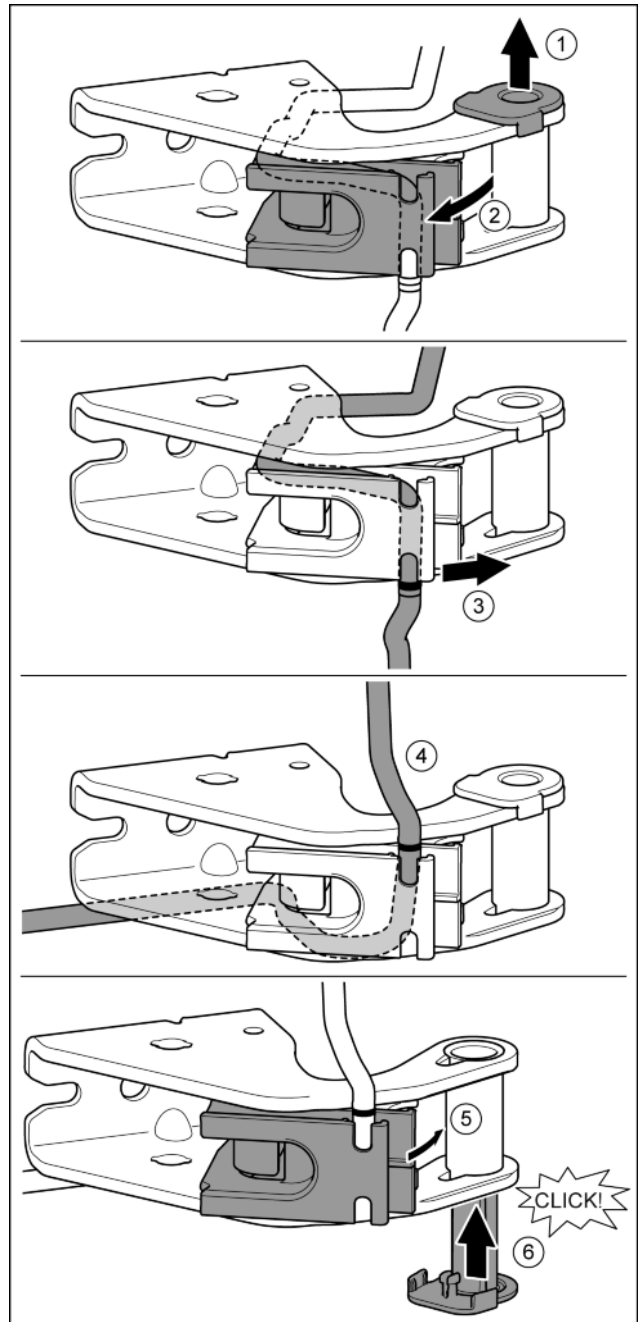

Fig. 28
- ▶ Lagerbuchse aus Führung ziehen. Fig. 28 (1)
- ▶ Kabelhalterung ausschwenken. Fig. 28 (2)
- ▶ Kabel aus der Führung lösen. Fig. 28 (3)
- ▶ Kabel spiegelverkehrt einsetzen. Fig. 28 (4)
- ▶ Kabelhalterung einschwenken. Fig. 28 (5)
- ▶ Lagerbuchse von der anderen Seite einsetzen und einrasten. Fig. 28 (6)